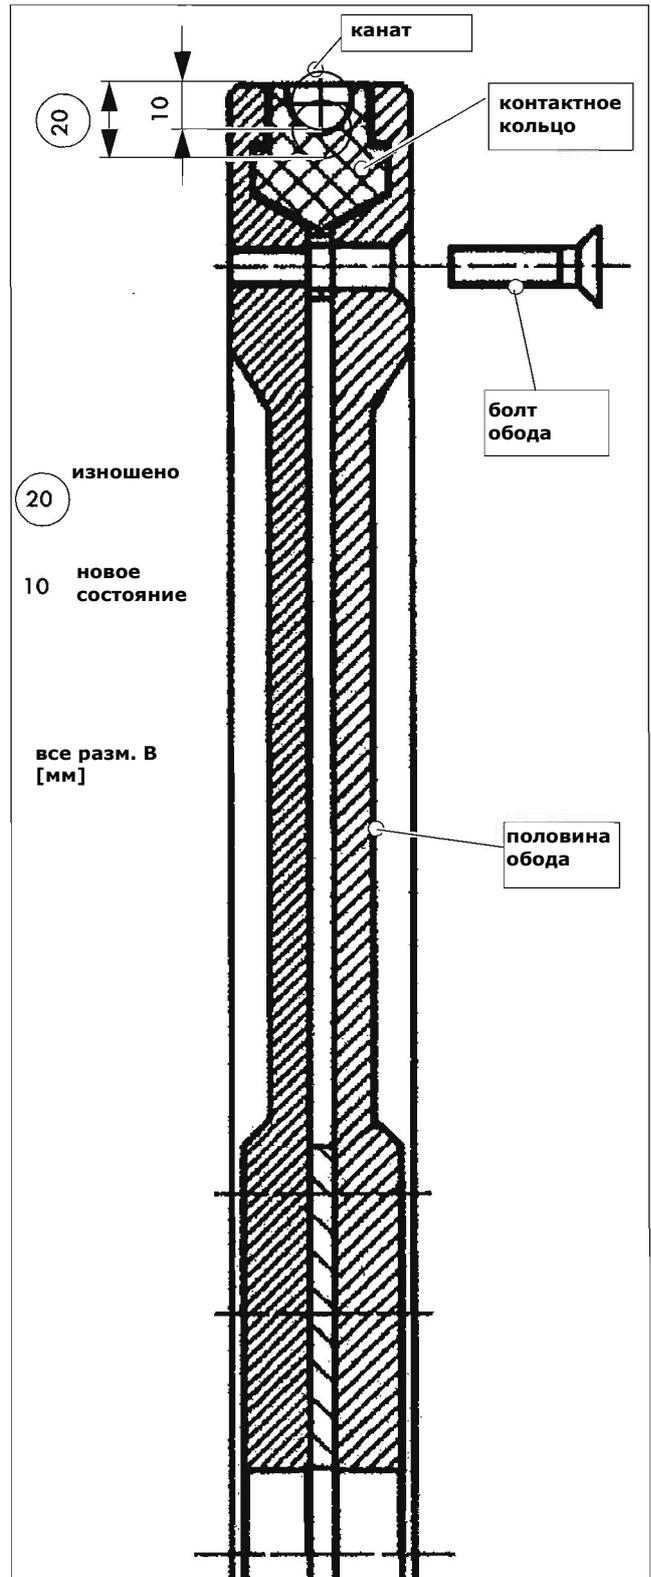

Рис. 8.5 Границы износа контактного кольца на приводном колесе каната (Ø 600 мм приводное колесо в поперечном сечении)
2. Проверьте и измерьте, достигло ли контактное кольцо приводного колеса границ износа (Рис. 8.5)!
3. Открутите 6 болтов (с гайками) на внутреннем кольце и 8 болтов из внешнего кольца половинки приводного колеса (Рис. 8.5) и отделите верхнюю (правую) от нижней (левой) половинки обода (Рис. 8.5)!